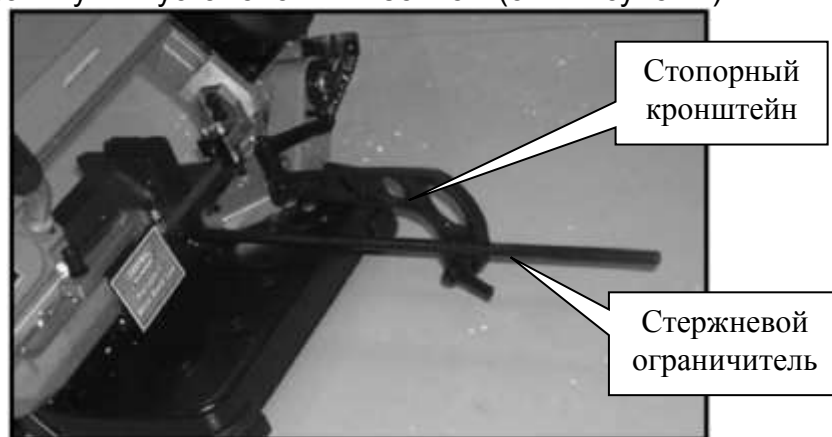

Рисунок 2
- b. По стержневому ограничителю скользит стопорный кронштейн, положение которого удерживается затянутым установочным болтом (см. Рисунок 2).